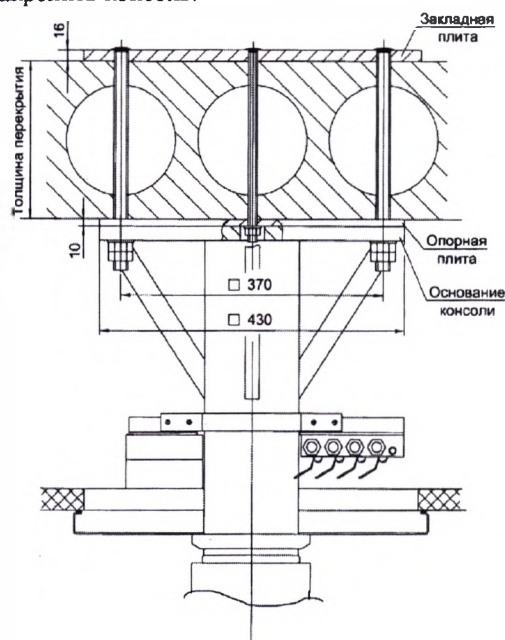

Рис.6 Типовой вид крепления потолочных консолей
6.1. Основание консоли крепится к потолочному перекрытию помещения с помощью комплекта закладных крепежных деталей (см. табл.2). Согласно Рис.6. На основании консоли также установлено:
7.2. Местоположение крепления к потолку определяется проектом в соответствии с планировкой помещения. Для установки консоли в потолке просверливается 4 отверстия Ø28 с расстоянием центров 370x370 мм. Типовой вид крепления приведен на (Рис.6)